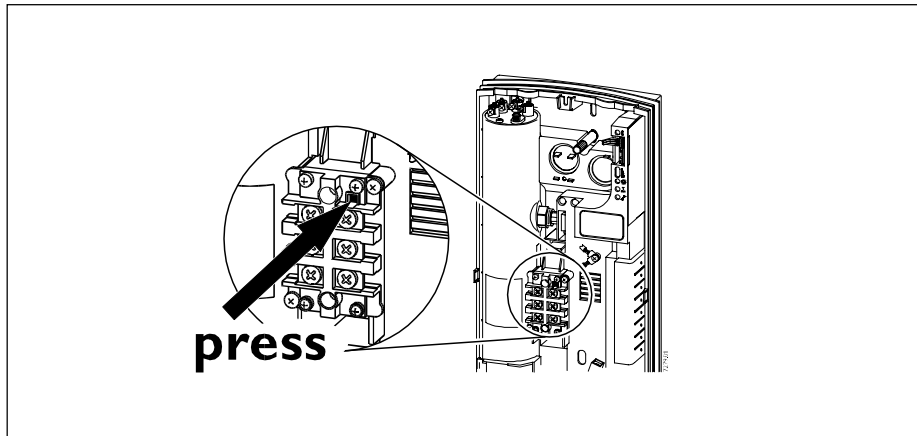

Рис. 22
**⚠ Нажать синюю кнопку сброса блокировочного предохранительного выключателя (рис. 22, прибор поставляется с выключенным блокировочным предохранительным выключателем). Указание: включение блокировочного предохранительного выключателя возможно только у установленного прибора.**